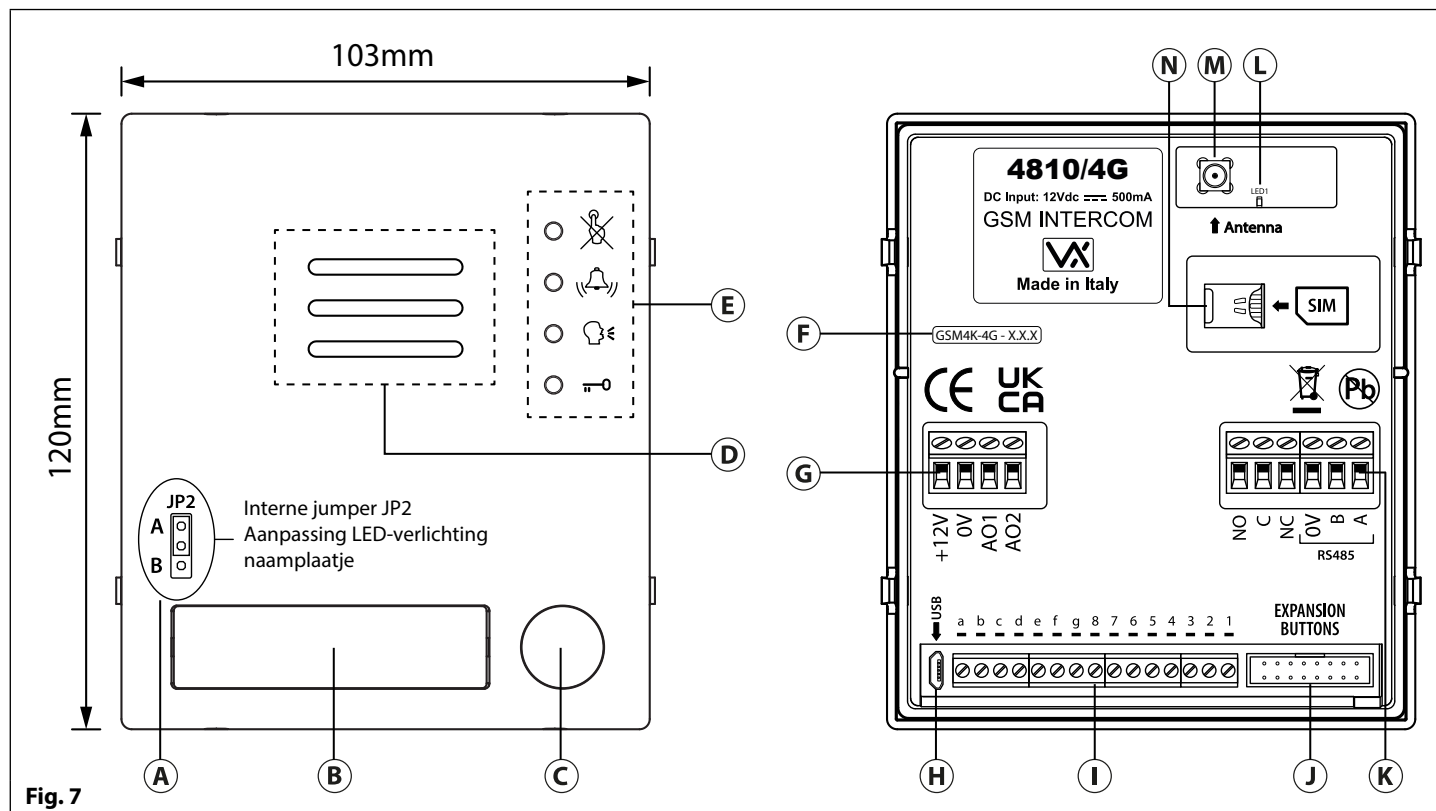

Fig. 7
De jumper JP2 voor de LED-verlichting van het naamplaatje bevindt zich achter het paneel aan de voorzijde van de GSM-module, zoals geïllustreerd in Fig.7. (A) Om de jumper te bereiken moet het paneel verwijderd worden. Nu kan de jumper desgewenst geregeld worden. Wanneer de JP2 in de positie A is (bovenste 2 pinnen) is de LED ingesteld voor een sterke verlichting, terwijl de positie B voor de JP2 (onderste 2 pinnen) is de LED ingesteld voor de zwakke verlichting. Als de JP2 volledig verwijderd wordt, zal dit de LED van het naamplaatje uitschakelen.